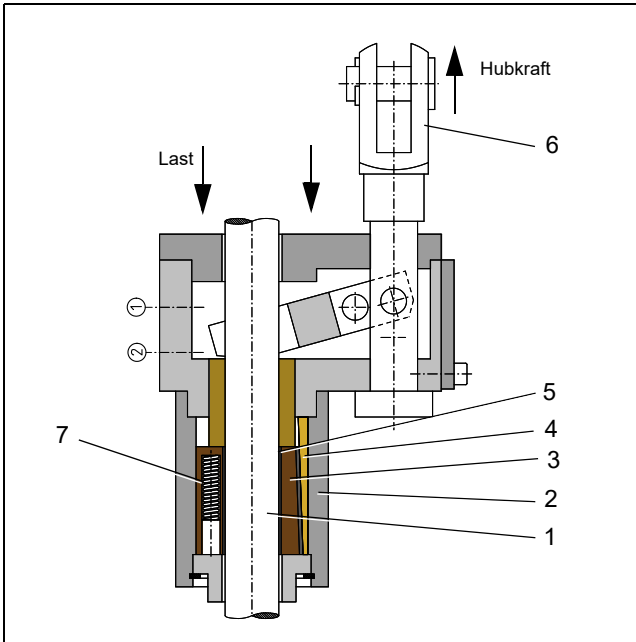

Abb. 2: Aufbau der Absturzsicherung KRM (Klemmung gelöst)
Die Kolbenstange bzw. Haltestange (1), Abb. 2 wird durch das Gehäuse (2), Abb. 2 umschlossen, in welchem mehrere Keilsegmente, sog. Fangbacken (3), Abb. 2, mit je einem Gleitbelag (4), Abb. 2 und einem Bremsbelag (5), Abb. 2, angeordnet sind. Der Zug des gespannten Tragmittels an der Schaltstange (6), Abb. 2, hält die Fangbacken gelüftet, so dass sich die Stange frei bewegen kann. Die Federn (7), Abb. 2 sind dabei vorgespannt.